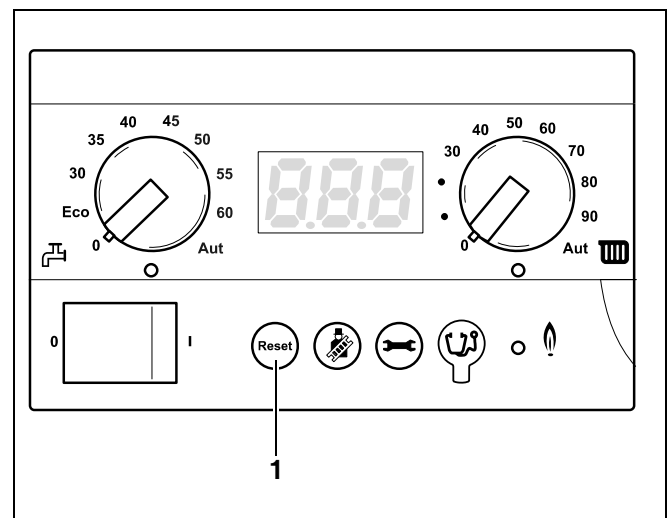

Fig. 25 BC10 – Touche "Reset"
- Appuyez sur la touche "Reset" (fig. 25, **pos. 1**) pendant environ 5 secondes pour annuler le défaut.